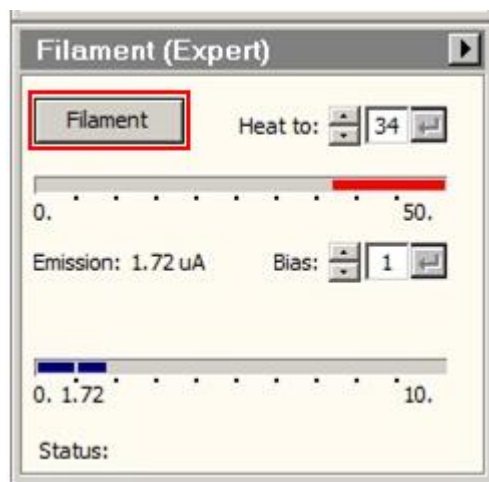
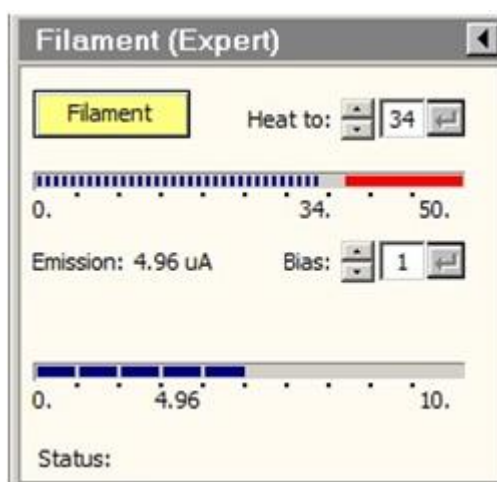
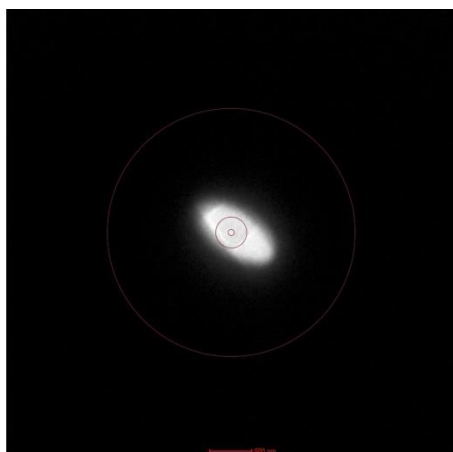
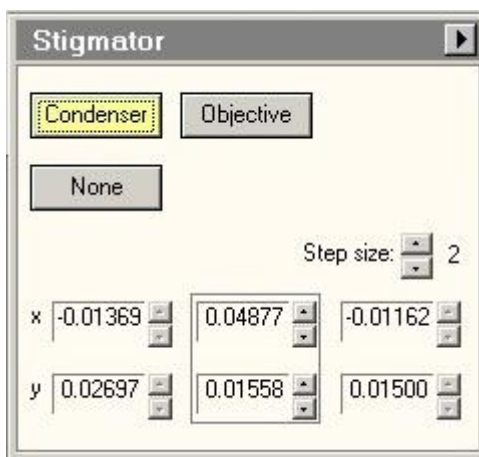

图15
图16
图 24
图 25
e. 加热灯丝：真空稳定后，开始加热灯丝。鼠标左键单击【Filament】按钮（图15中红色方框所示），按钮由灰色变为黄色（图16）。此时，灯丝开始自动加热至设定的饱和点。Emission值最终稳定在4-5 μ A。灯丝加好后，如图25所示。灯丝加好后，可以打开镜筒阀门准备光路合轴。
若扩大或收拢光斑时，光斑不圆或为椭圆形（如图24），则表示存在聚光镜像散。消除聚光镜像散的方式如下：Workset-Stigmator中选中【Condenser】（按钮由灰色变成黄色，如图25），通过左右控制面板中的Multifunction X/Y调圆光斑，调节完成后点【None】（变为黄色），系统会记录调整结果。调节时可以以屏幕界面上的圆圈为参考系。